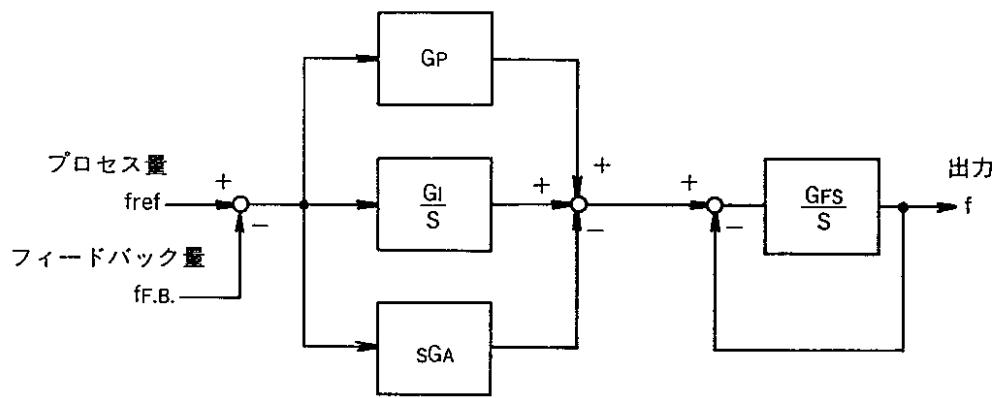

図 3-30 ブロック線図
- 5) 図3-30のブロック線図を参考にして次のデータを設定します。